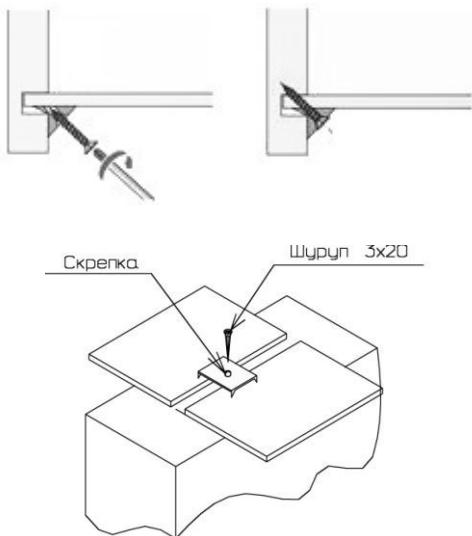

Рис. 3
- Присоединить планки (37), (38) к перегородкам (36) так, чтобы дюбели стяжек вошли в соответствующие им отверстия. Затянуть эксцентрики, повернув их на 180 градусов.
- К горизонтальному щиту (34) присоединить перегородки (36) с помощью конфирмат-винтов. Аналогичным образом присоединить перегородку (35) к нижнему щиту (33).
- Закрепить перегородку (35) к горизонтальному щиту (34) с помощью эксцентриковых стяжек и шкантов. Затянуть эксцентрики, повернув их на 180 градусов.
- К нижнему щиту (33) присоединить шкантами опорную планку (41).
- К получившейся конструкции присоединить справа и слева боковые стенки (30), (31), а затем крышку (32) так, чтобы дюбели стяжек и шканты вошли в соответствующие им отверстия. Затянуть эксцентрики, повернув их на 180 градусов.
- Собранный корпус проверить на прямоугольность, сравнивая диагонали (их длины должны быть равны). Прямоугольное положение корпуса зафиксировать с помощью мебельных уголков с шурупами. Закрепить задние стенки шурупами 3x20 к горизонтальным щитам. Место соединения задних стенок закрепить шурупами 3x20 через скрепки (рис.3, 4).